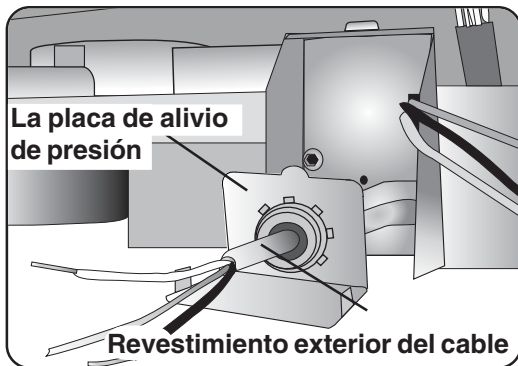

Ilustración 28
- 2 Corra el cable de alimentación eléctrica a través del alivio de presión, como muestra la **Ilustración 28**. Asegúrese que el revestimiento exterior del cable pase cerca de 1/2" (13mm) a través del prensacable.